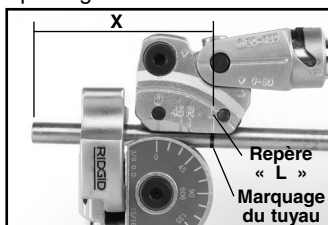

Figure 6 – Avant
- Marquez le tuyau à la distance voulue (X) en partant de l'élément existant (raccord, coude, etc.). Une fois le tuyau coudé, cette distance sera à l'axe de son nouveau départ en partant de l'élément existant.
- Si l'élément existant se trouve à **GAUCHE** du marquage du tuyau (Figure 6 – Avant), alignez cette marque avec le repère « L » du porte-galet.